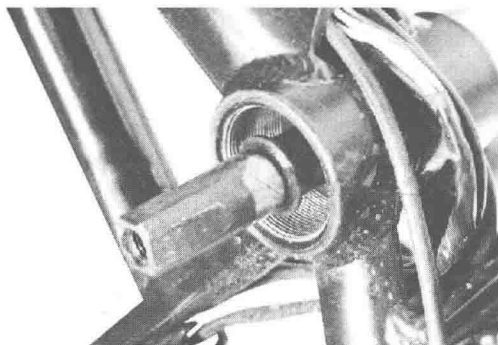

图 1-9 卸下旧助力传感器
(1) 用套筒扳手取下电动自行车脚拐和链轮, 即可取下旧助力传感器, 并拔下其引线插件, 如图 1-9 所示。